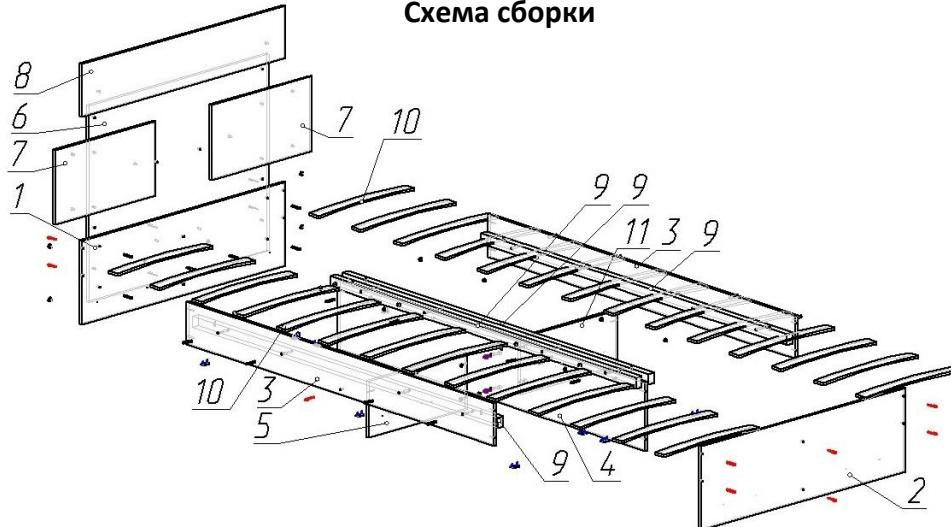

Рис.1
- Забить в деталь №6 гайку М6 усową (Б) (рис.1).